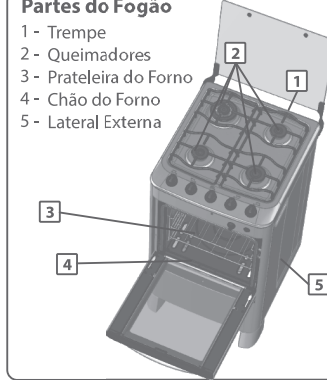

Fig. 27
▶ **Para a limpeza das peças do fogão** (queimadores, laterais, trempes, tampão de vidro, frente e chão do forno. (Fig.27) **passe uma esponja macia com água e sabão neutro**, em seguida enxugue-as com um pano seco e macio.